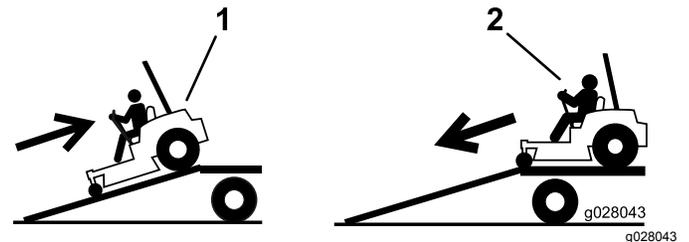

Bild 41
2. Fahren Sie die Maschine vorwärts von der Rampe herunter (Bild 41).